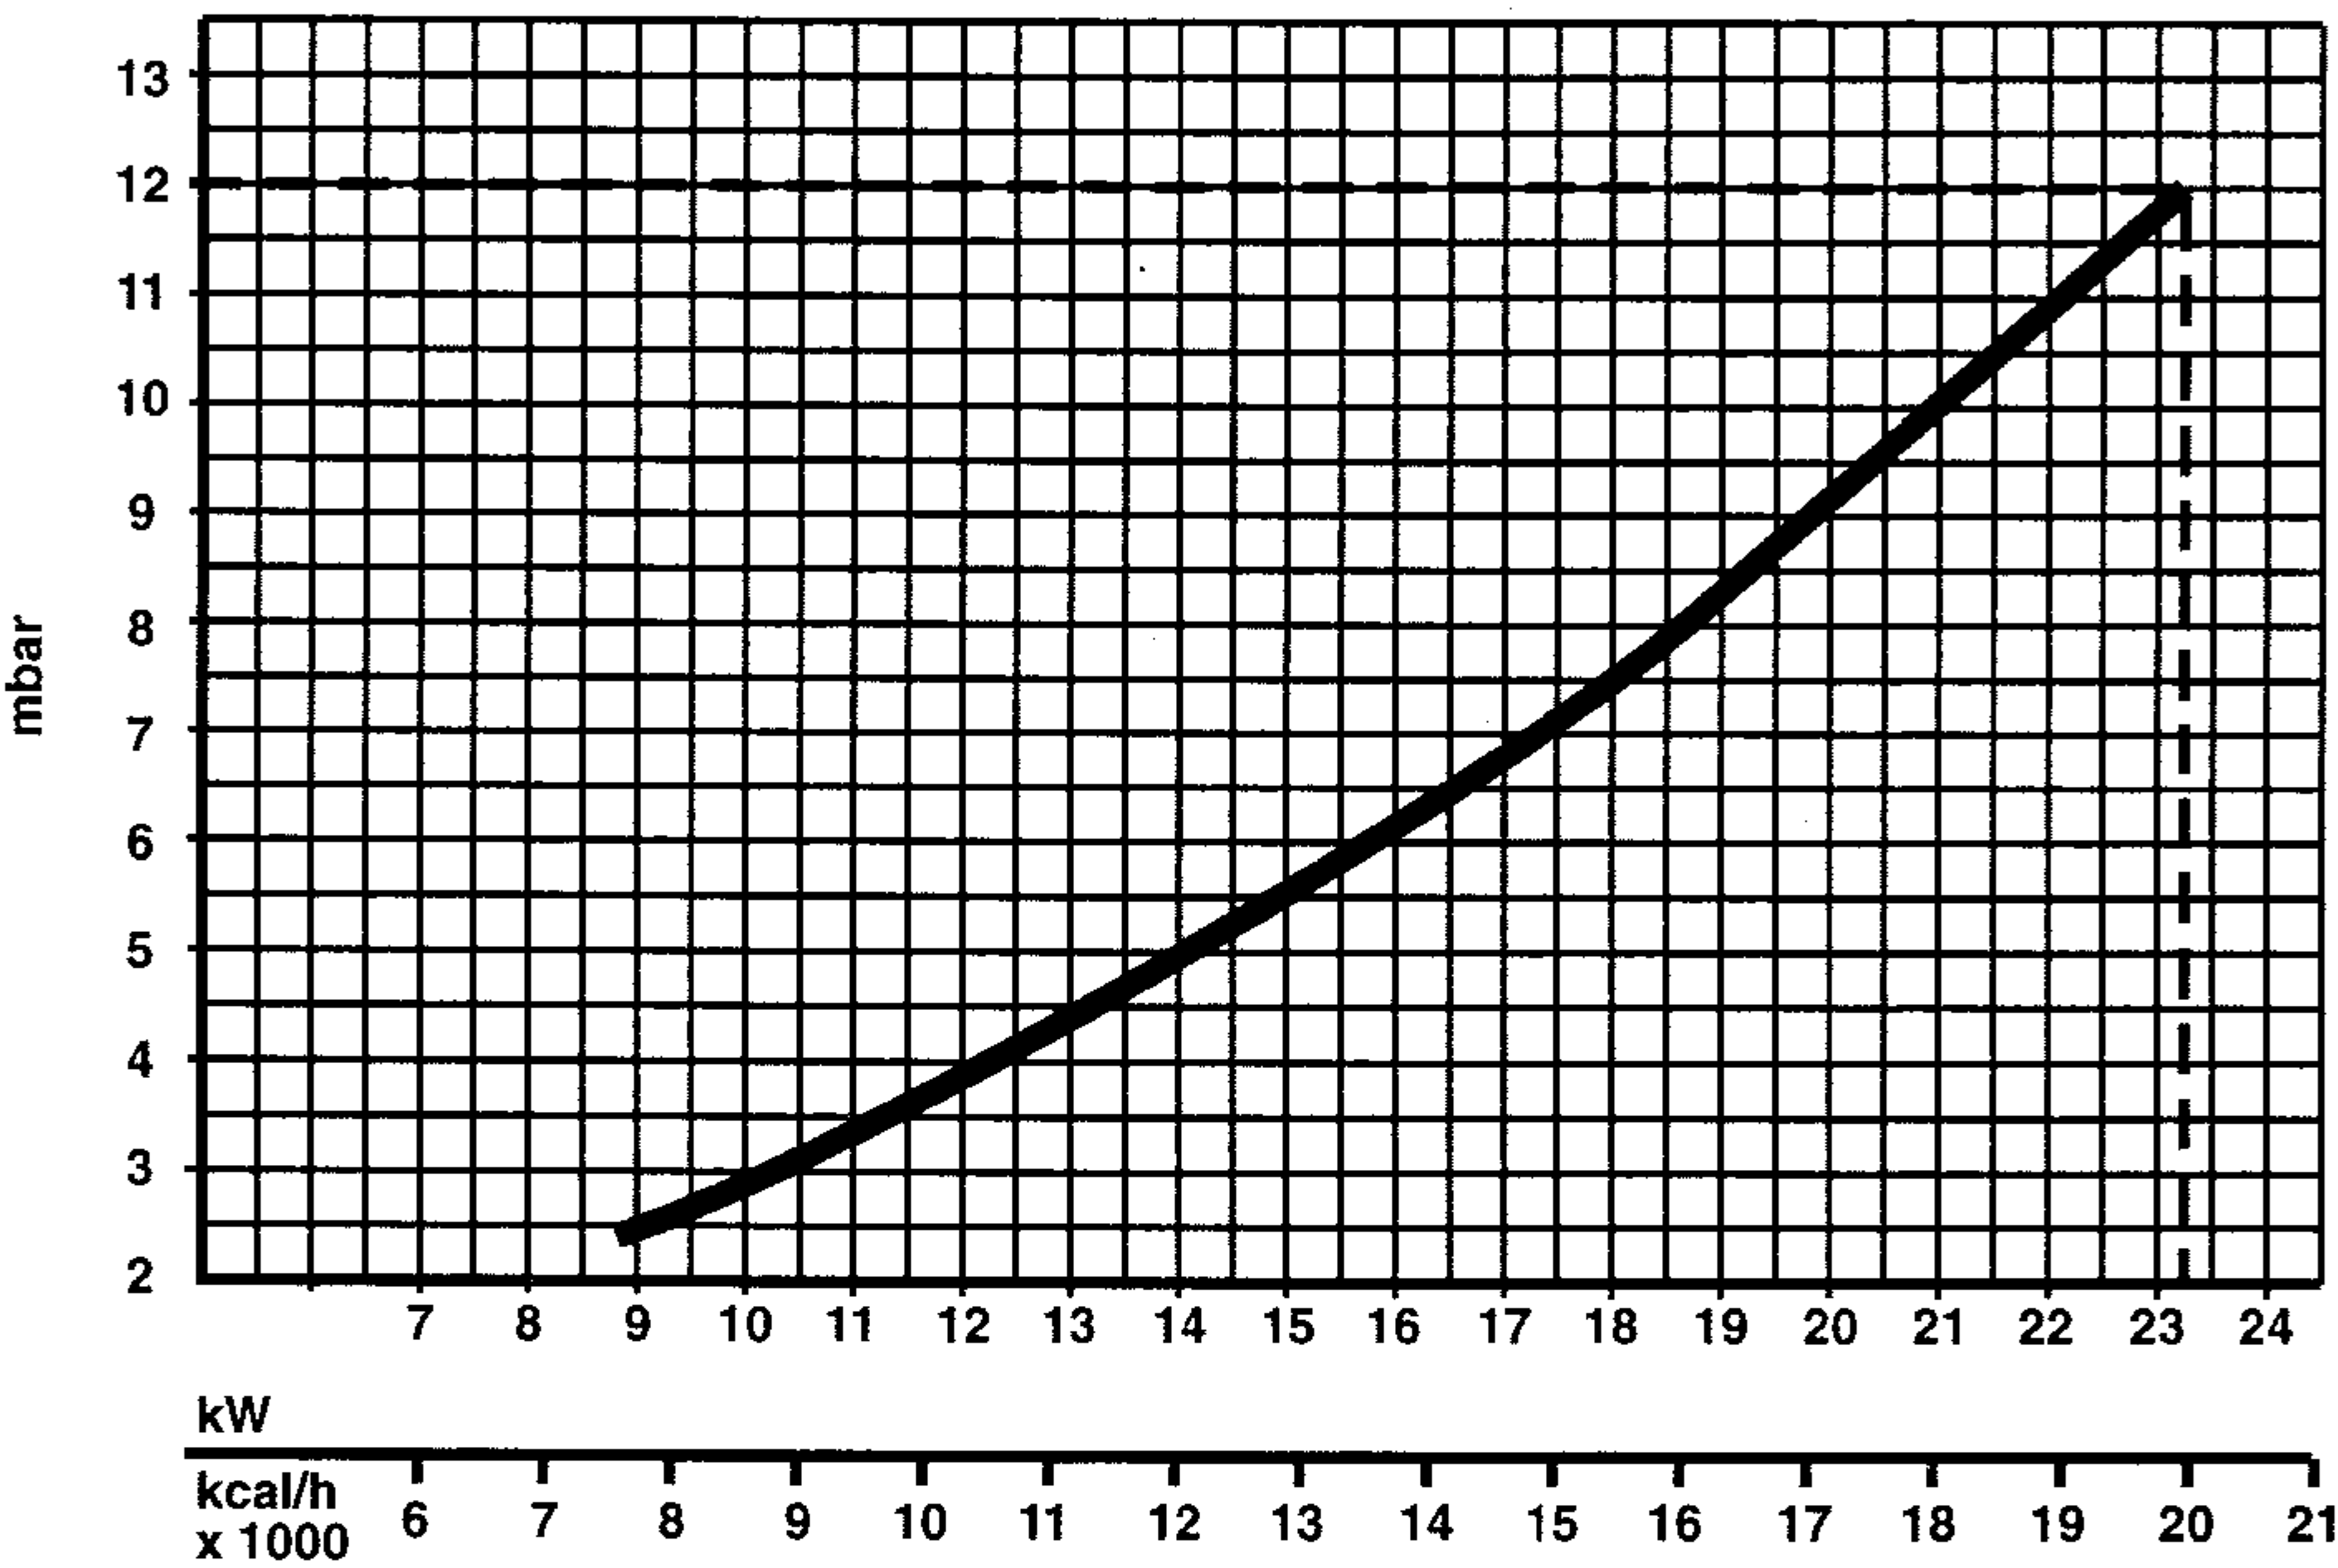

Fig. 4
**N.B.** - Le pressioni gas al bruciatore e le portate gas nella **fase di riscaldamento impianto** indicate in tabella si riferiscono alla **potenza nominale della caldaia**: volendo ridurre tale potenza (ove possibile), è necessario diminuire la pressione del gas, riferendosi ai diagrammi di fig. 4 - 5 - 6.
Sulle caldaie è possibile regolare la portata termica del focolare e di conseguenza la potenza termica resa all'acqua di riscaldamento agendo unicamente sulla regolazione del bruciatore principale attraverso la scheda elettronica (fig. 15). La potenza resa al sanitario rimane invariata. I diagrammi (fig. 4 - 5 - 6) indicano la variazione della potenza termica resa all'acqua al variare della pressione di funzionamento del bruciatore. Poter adeguare la potenza della caldaia alle effettive esigenze di riscaldamento, significa soprattutto ridurre le dispersioni e quindi risparmiare combustibile. Inoltre, con la variazione di potenza regolamentata anche dalla normativa, le caldaie mantengono pressoché inalterati i valori di rendimento e le caratteristiche di combustione.